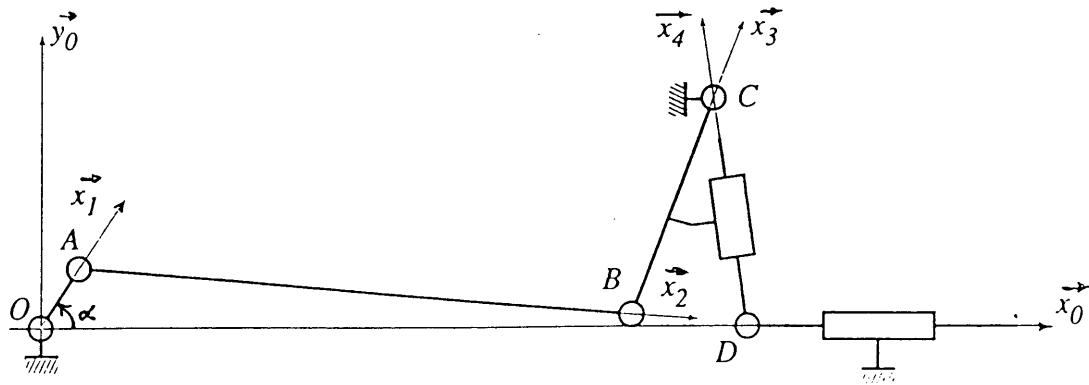

Figure 12: cinématique graphique
- Représenter sur le document réponse figure 12 , à l'échelle (8mm pour 1mm/s), le vecteur vitesse du point A dans son mouvement par rapport au bâti.